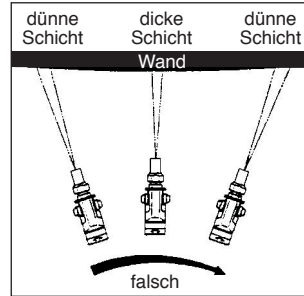

Abb. 8: Nicht wedeln!
- Achten Sie auf gleichmäßige Geschwindigkeit und führen Sie die Spritzpistole parallel zur Beschichtungsfläche. Wedeln mit der Spritzpistole führt zu ungleichmäßiger Beschichtung (siehe Abb. 8).